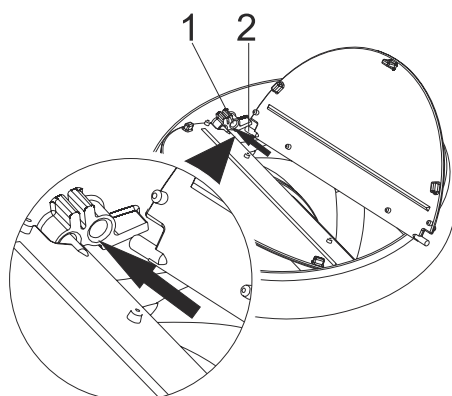

Fig. 11
- Inserire il perno di plastica (area n. 2) sulla presa del perno sullo scarico del motore (area n. 1). Quindi piegare leggermente l'aletta per inserire l'altro perno sull'aletta e inserire l'altro perno nella sua presa (Fig. 11).